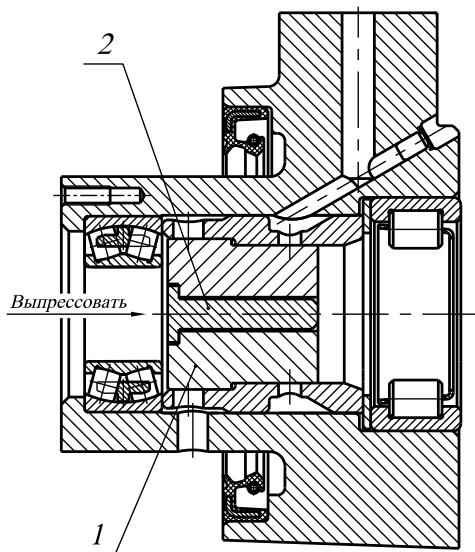

Рис. 104. Выпрессовка распорной втулки
9. Отвернуть болты 19 крепления упорного фланца 16, выпрессовать наружную распорную втулку 21 и наружную обойму заднего подшипника. Во избежание передачи осевого усилия через сепаратор переднего подшипника, выпрессовку необходимо проводить с помощью специального приспособления, как показано на рис. 104 и 105. После этого извлечь из корпуса передний подшипник.